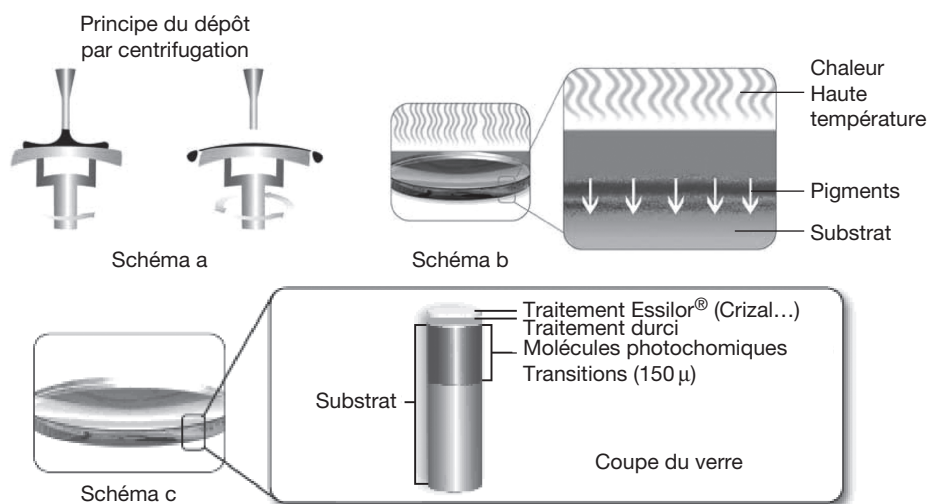

Figure 29.9. Procédé d'imprégnation
- application des pigments photochromiques sur la face avant du palet semi-fini par le procédé de *spin-coating* (figure 29.9 schéma a) ;
- pénétration en profondeur (environ 150 µm) des pigments photochromiques dans le substrat grâce à l'effet de la chaleur (dépôt des verres dans un four à haute température – figure 29.9 schéma b) ;
- application d'une couche de protection afin de protéger la surface du verre lors des expéditions aux verriers (figure 29.9 schéma c).